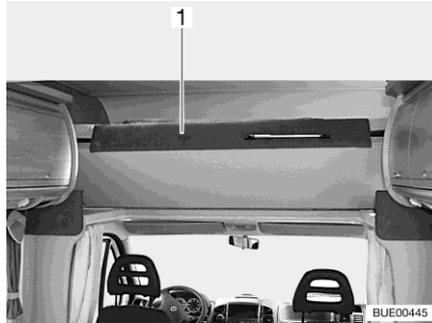

Fig. 103 Lit de capucine, rabattu vers le haut
- Rabattre vers le haut le lit de capucine (Fig. 103,1). Le lit de capucine est maintenu en position verticale par des ressorts à pression de gaz.